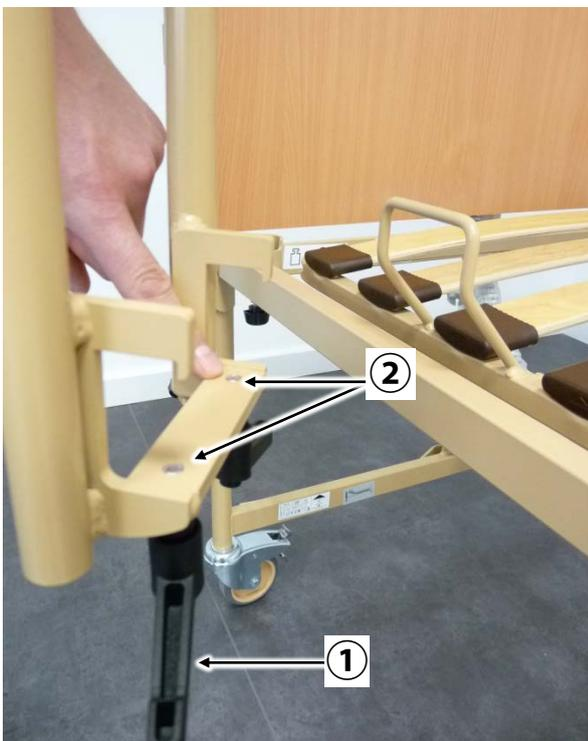

Abbildung: 1
2. Knebelschrauben der Aufstehhilfe (Abb. 1 - ①) soweit herausdrehen, bis sie auf gleicher Höhe mit der Lasche sind (Abb. 1 - ②)